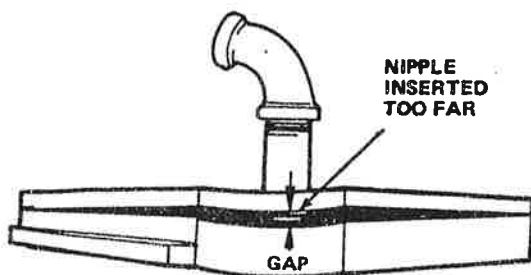

Fig. 7
2. **Se til at røret for luftinntak ikke er skrudd for langt inn i sliteplateholderen. Luftinntaket må være jevnet med undersiden, ellers vil trykkplaten bli liggende skjevt, og luftlekkasje vil oppstå. (se fig. 7)**